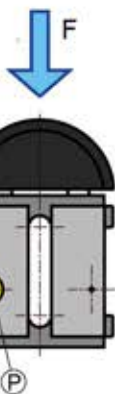

fig. 2
- 2) Fit the P preloading pin in one of the F_P holes on the bodies (fig. 2);
- 2) *Inserire il piolo di precarica P in uno dei due fori F_P visibili sul corpo (fig. 2);*